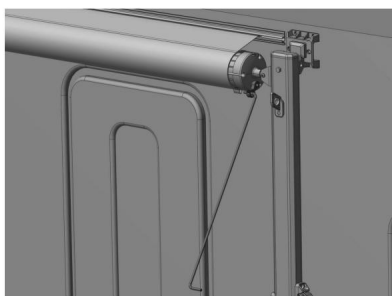

Abbildung D3
4.1.2 Haken Sie den Ratschenhebel mit dem Zugstab an der Endabdeckung der Walze ein und ziehen Sie ihn vorsichtig. Bewegen Sie den Ratschenhebel in Pfeilrichtung und schalten Sie die Sperrklinkenrichtung um „offen“ (Abbildung D3).